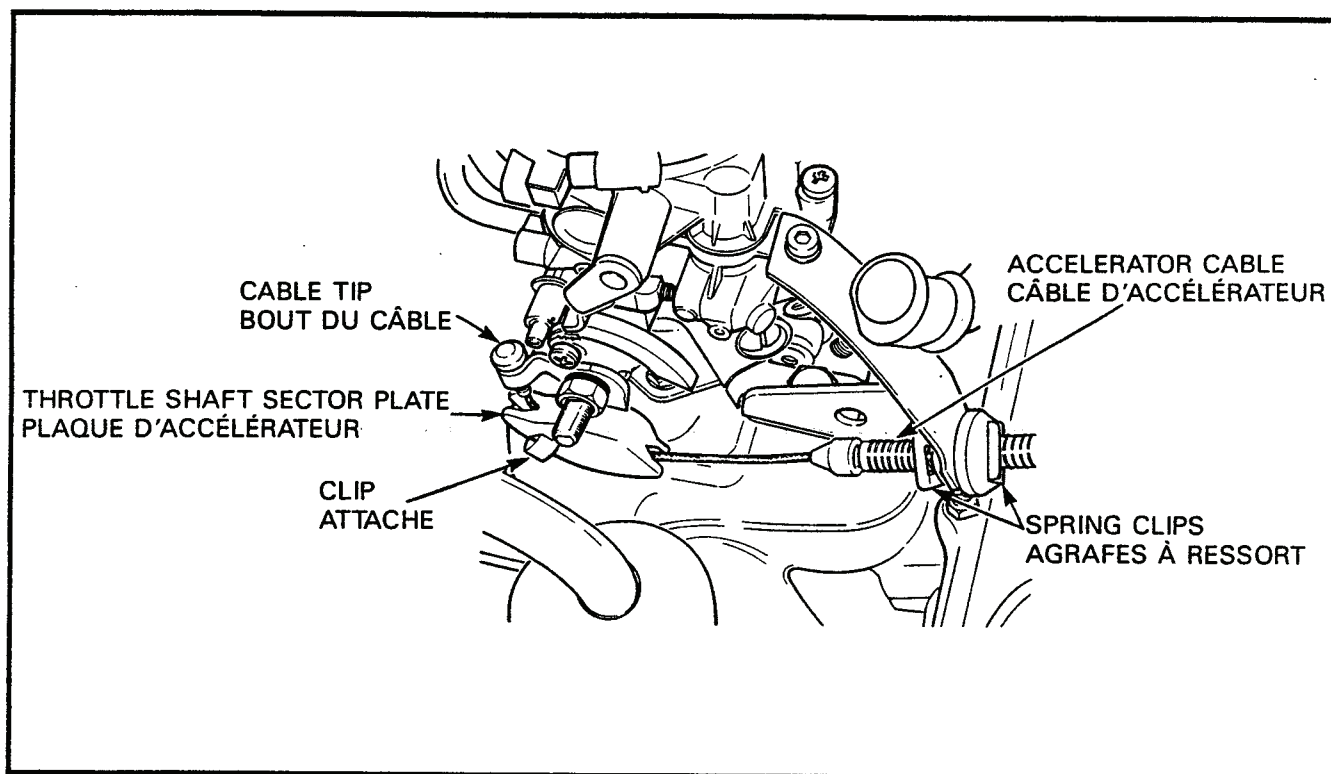

Figure 2-1-1 Accelerator Cable at Carburetor
d. Remove the two spring clips that position the accelerator cable in the bracket, see Figure 2-1-1.	d. Enlever les deux agrafes à ressort retenant le câble d'accélérateur dans le support, voir figure 2-1-1.